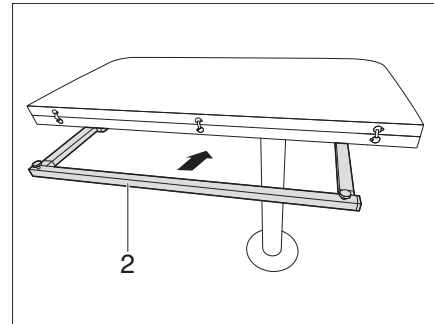

Fig. 116 Insérer l'infrastructure de la table pliante
- Insérer l'infrastructure de la table (Fig. 116,2).